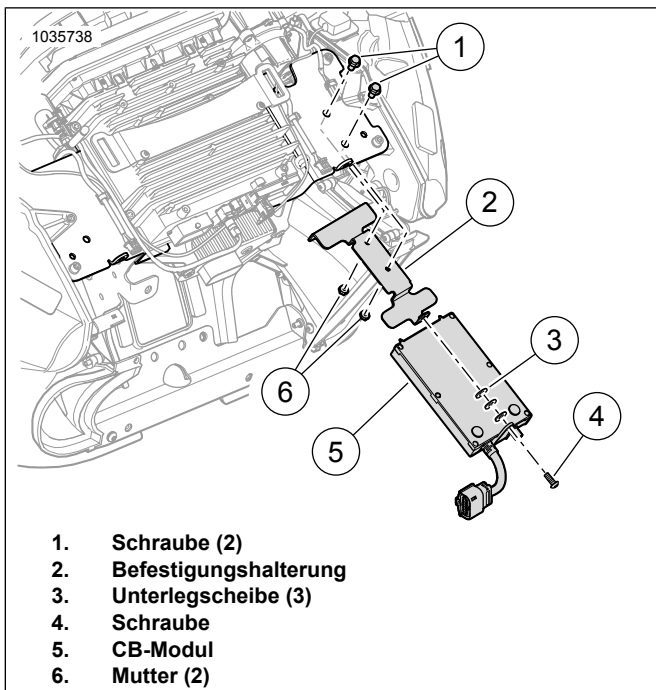

Abbildung 4. CB-Modul einbauen: Rahmenfeste Verkleidung
1. Siehe Abbildung 4 >. Die Befestigungshalterung (2) einbauen.
2. Die Schrauben (1) und Muttern (6) anbringen. Festziehen.